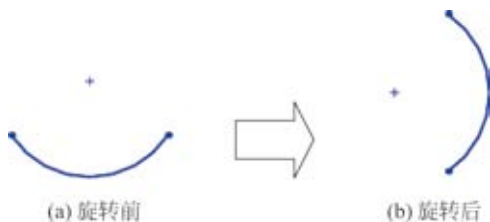

图 3.33 图元旋转
下面以图 3.33 为例，介绍图元旋转的一般操作过程。
- 步骤 3 定义要旋转的草图图元。在系统 **选择草图项目或注解** 的提示下，在图形区选取圆弧为要旋转的草图图元，如图 3.33 (a) 所示。
- 步骤 6 结束操作。单击“旋转”对话框中的 **✓** 按钮，然后按 Esc 键完成旋转操作，效果如图 3.33 (b) 所示。